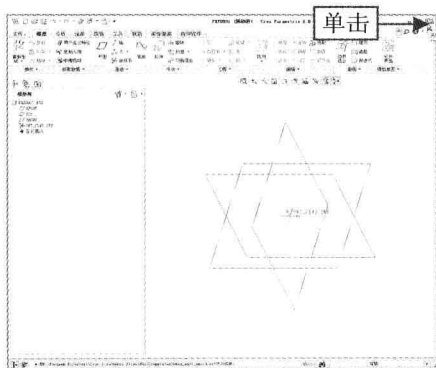

图 1-3 单击鼠标左键
Step 01 在标题栏右上角的“关闭”按钮上，单击鼠标左键，如图 1-3 所示。